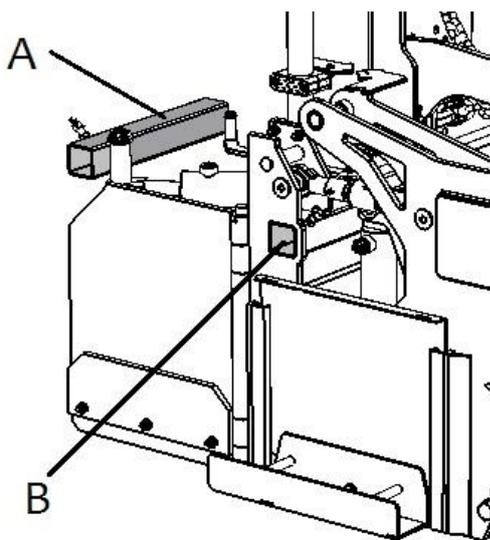

Abb. 8
- Zur Nutzung der vollautomatischen Steuerung des *LEVELKING LK* über Schnur, Kante (Referenz) oder Oberfläche (z.B. eines Bordsteins) muss der Tri-Sonic Ultraschallsensor LK-MUS-1300* (C) inkl. Halterung (D) seitlich (links od. rechts – je nachdem wo sich die Schnur oder Kante befindet) in die entsprechende Steckposition am *LEVELKING LK* eingesteckt werden (siehe Abb. 8 bzw. 9).